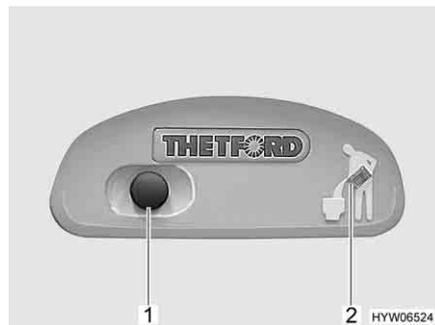
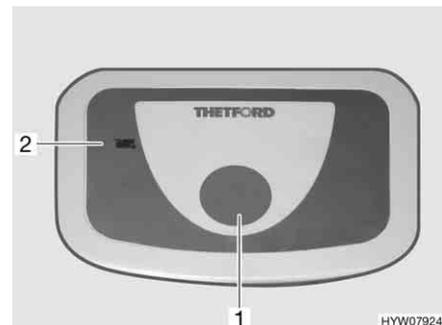

Fig. 193 Botón del inodoro/luz de control del inodoro Thetford
Fig. 194 Botón del inodoro/luz de control del inodoro Thetford (alternativa)
- Para lavar, pulsar el botón del inodoro azul (Fig. 193,1 ó Fig. 194,1).
La luz de control (Fig. 193,2 ó Fig. 194,2) se enciende cuando es necesario vaciar el depósito de aguas fecales.